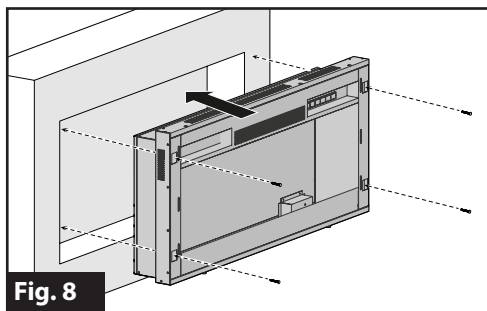

Fig. 8
5. Instale la chimenea en el área recortada y asegúrela con 4 tornillos de montaje suministrados. (Fig. 8)